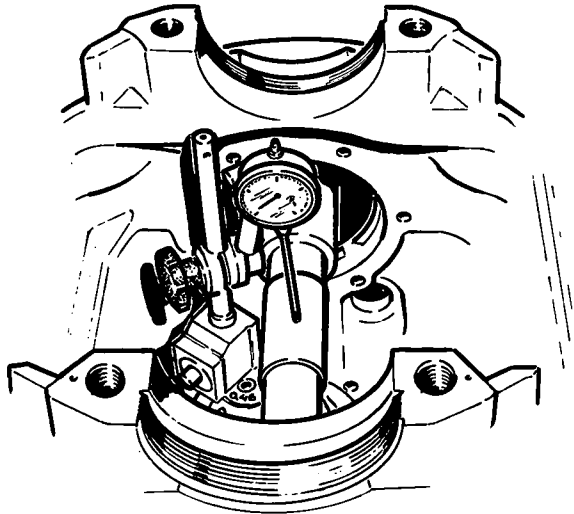

Fig. 11
- Draai nu de pignon zo, dat de meetstift op het hoogste punt van de meetas staat en lees de meetklok af (fig. 11).